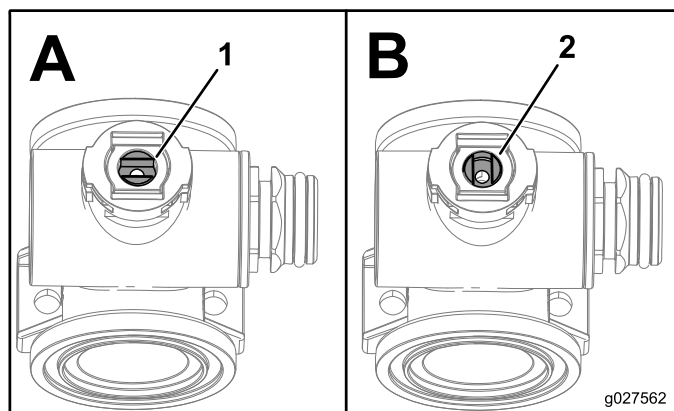

Рисунок 1
9. Расположите шток клапана таким образом, чтобы он был закрыт (вид В; Рисунок 1).
12. Поверните шток клапана таким образом, чтобы шарик был в открытом положении (вид А; Рисунок 1).